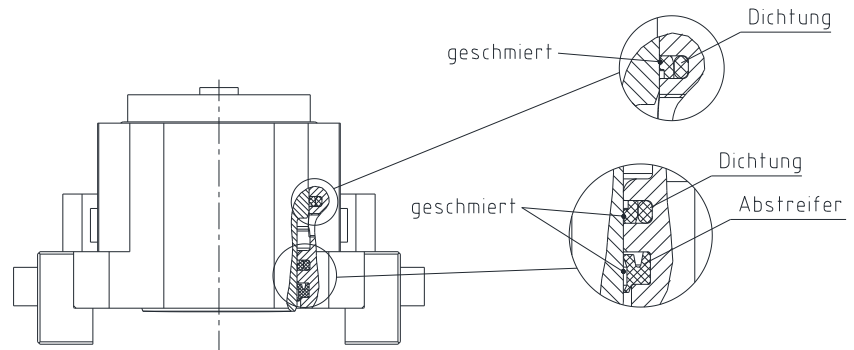

Bild 16
Die Dichtung und Abstreifer müssen in korrekter Richtung eingebaut werden (siehe Bild 16).
- Schmieren Sie die Dichtungen und Abstreifer mit Hydrauliköl ein (siehe Bild 16).